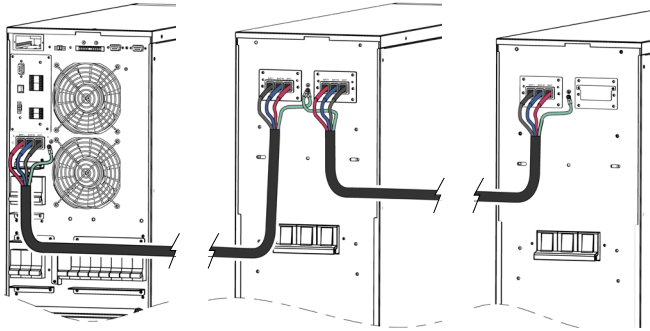
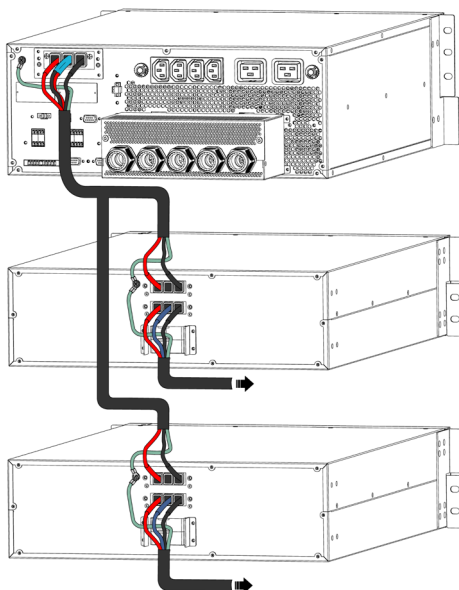

Fig. 43. Conexión entre el SAI versión torre y uno o varios armarios de baterías.
Fig. 45. Conexión entre el SAI versión rack de 15 y 20 kVA y uno o varios armarios de baterías.
otro color de negativo del SAI a negativo de baterías; otro color de neutro del SAI a toma media de baterías (N). Usar cable verde-amarillo para interconectar las tomas de tierra, ver Fig. 43. En las Fig. 8, Fig. 9 y Fig. 10 se puede ver en mas detalles los conectores de baterías y sus respectivos tierra.
- Para autonomías extendidas en que se suministran **más de un módulo o armarios de baterías**, la conexión será siempre en paralelo entre ellos y el equipo (ver Fig. 43 a Fig. 45)